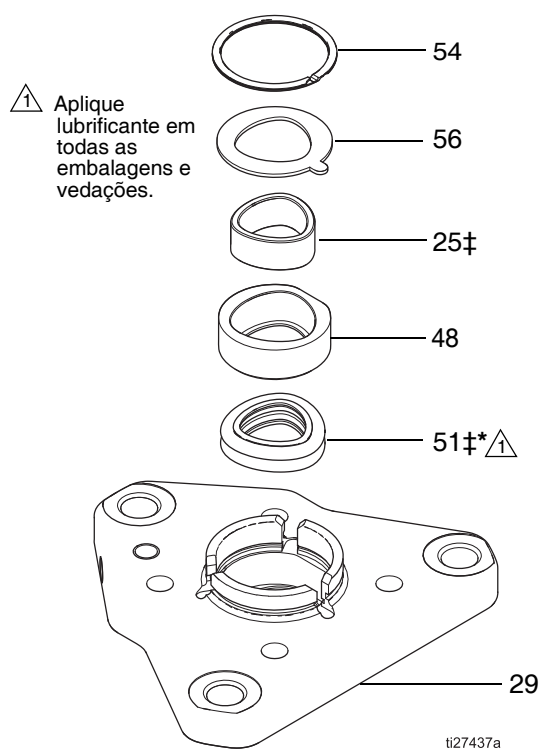

FIG. 3. Montagem da placa superior
1. Remova o colar de retenção (60) retirando os parafusos (63).
2. Retire os quatro parafusos de cabeça (40) e as arruelas (46) da placa superior (29).
3. Levante cuidadosamente a placa superior (29) da câmara de foles (45). Mantenha o nível da placa superior (29).
**OBSERVAÇÃO:** Consulte a FIG. 3, página 9. O anel de retenção (54), a arruela de retenção (56), a caixa de rolamentos (48), os rolamentos (25) e o anel de suporte de vedação (51) se aninham na placa superior e deslizarão com ela (29).
- Se o fole falhar, remova também a válvula de respiro (26) da placa superior. Limpe o caminho do fluido de qualquer obstrução de tinta.
Consulte a FIG. 3, página 9.
1. Instale o conjunto da placa superior (29, consulte a FIG. 3, página 9) sobre o conjunto dos foles (53‡), alinhando o formato da manga dos foles (34) e o anel de suporte de vedação (51‡\*). Para orientar conforme desejado, gire em incrementos de 90°, alinhando os orifícios dos parafusos.
6. Retire cuidadosamente o anel de retenção (54), a arruela de retenção (56), a caixa de rolamentos (48), os rolamentos (25) e o anel de suporte de vedação (51) da placa superior (29). Consulte a FIG. 3, página 9.